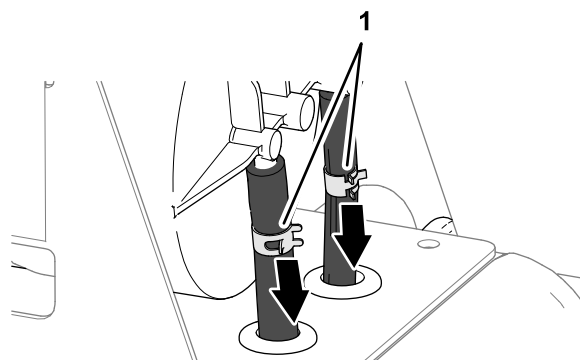

図 116
3. カーボンキャニスタのフィッティングにホースを固定しているホースクランプ2個をゆるめる 図 116。